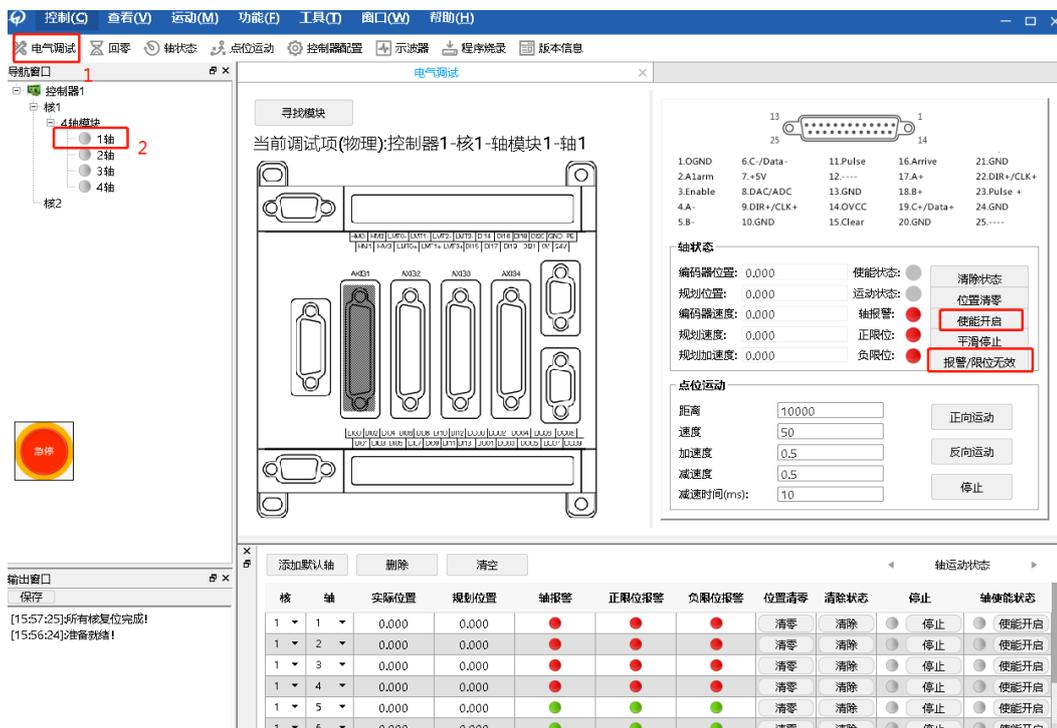

图45
2、点击“电气调试”，左击“1轴”后会显示图45所示界面。点击“清除状态”，如果没有接入限位信号以及驱动器报警信号则均会显示红色，此时轴无法上电使能也无法运动。点击“报警/限位无效”，信号灯全部变绿则表示报警和限位信号不再有效，此时轴可以上电使能；再点击“使能开启”，此时1号轴电机上电使能；点击“位置清零”，编码器位置和规划位置全部变为0；点击“正向运动”，如果驱动器和接线正常，电机就会往正方向运动，且规划位置和编码器信号均有显示且显示误差不大。此时说明电机与控制卡连接及配置正常。